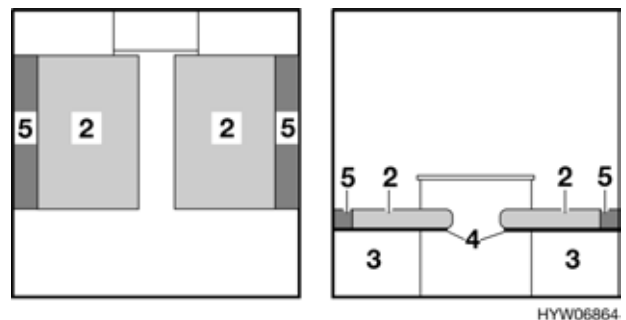

Bild 88 Nach dem Umbau zu Einzelbetten
- Lattenrost (Bild 88,4) zur Bettverbreiterung am linken und rechten Bettkasten herausziehen.
- Das Zusatzpolster (Bild 88,5) zwischen das Sitzpolster (Bild 88,2) und die Außenwand legen.